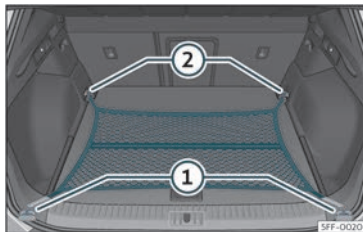

Fig. 112 Na bagageira: saco de rede fixado rente ao piso.
- Fixe os ganchos da rede nas argolas de fixação ① e ②»» Fig. 112 »» ⚠. O fecho de correr do saco deve ficar voltado para cima.